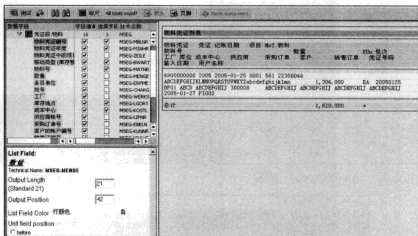

图 12-22 “数据字段列表”界面
- (1) Do not use parameter IDs to preassign selections: 是否自动带默认值。
- (2) No: 选择参数在选择屏幕上的输出次序。
- (3) SV: 勾选后该选择参数只有一个输入框。
- (4) IZ: 勾选后该选择参数没有“多项选择”按钮。
STEP 6 在查询界面中单击“基本列表”按钮，弹出“数据字段列表”界面，如图 12-22 所示。在左栏中双击需要出现在列表中的字段，然后选中需要设定格式的列表字段，在左下栏中修改字段的显示格式。设定完成后单击“返回”按钮，回到 Query 的主界面。